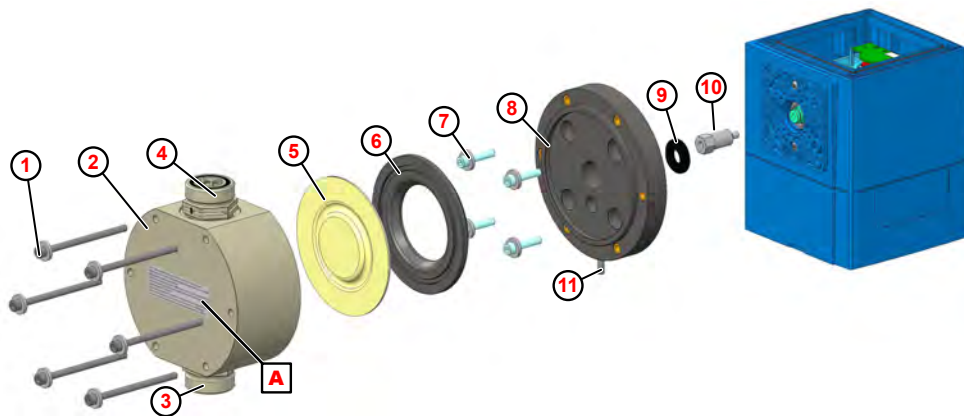

Fig. 25: Remplacement de la partie supérieure de la pompe, de la membrane et de la membrane de protection
1. ➤ Dévisser les soupapes d'aspiration et de refoulement (Fig. 25 , ③ et ④).
2. ➤ Desserrer les vis de la partie supérieure de la pompe ① et les déposer.
3. ➤ Déposer la partie supérieure de la pompe ② .
4. ➤ Dévisser la membrane ⑤ .
5. ➤ Retirer la plaque intermédiaire ⑥ .
6. ➤ Desserrer les vis de retenue pour plaque d'adaptation ⑦ et les déposer.
7. ➤ Déposer la plaque d'adaptation ⑧ .
8. ➤ Retirer la membrane de protection ⑨ .
10. ➤ Poser la plaque d'adaptation de telle sorte que l'évacuation pour rupture de membrane ⑪ soit dirigée vers le bas.